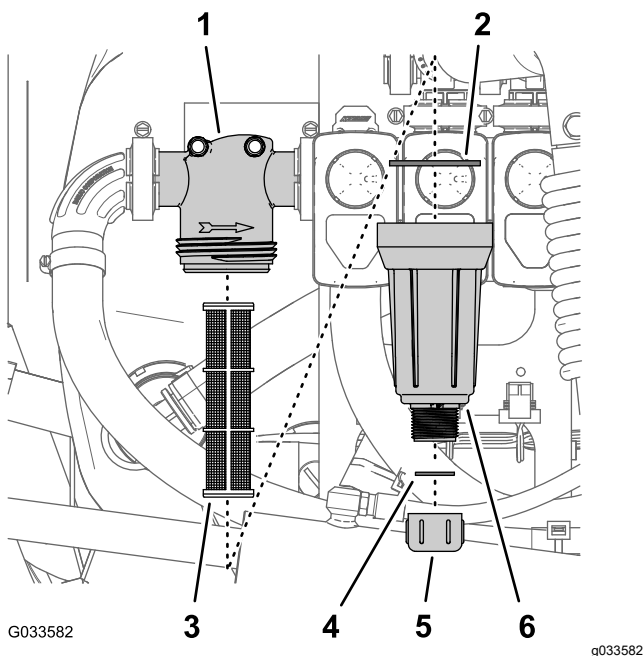

Figura 90
2. Amplasați o tavă de golire sub filtrul de presiune (Figura 90).
3. Rotiți capacul de golire în sens invers acelor de ceasornic și scoateți-l din vasul filtrului de presiune (Figura 90).
4. Rotiți vasul în sens invers acelor de ceasornic și îndepărtați capul filtrului (Figura 90).
5. Îndepărtați elementul de filtrare al vechiului filtru de presiune (Figura 90).
6. Verificați dacă există deteriorare și uzură la nivelul garniturii pentru bușonul de golire (situat în interiorul vasului) și garniturii pentru vas (aflată în interiorul capului filtrului) (Figura 90).
7. Montați un nou element de filtrare pentru filtrul de presiune pe capul filtrului (Figura 90).
8. Montați vasul pe capul filtrului și strângeți-l manual (Figura 90).
9. Montați capacul de golire pe fittingul din partea de jos a vasului și strângeți capacul manual (Figura 90).